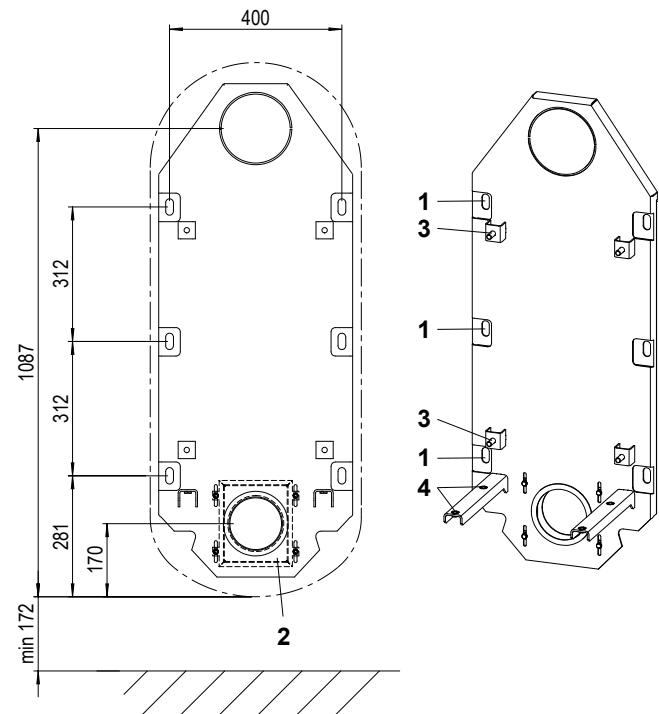

Fig. 5 Wandhouder
- De wandhouder als sjabloon op de gewenste positie aan de wand uitrichten met behulp van een waterpas, tegen de wand aan houden en de 6 bevestigingsgaten markeren (zie Fig. 5).
- Het apparaat kan zonodig uitgericht worden m.b.v. de instelschroeven in de steunen (Fig. 5).